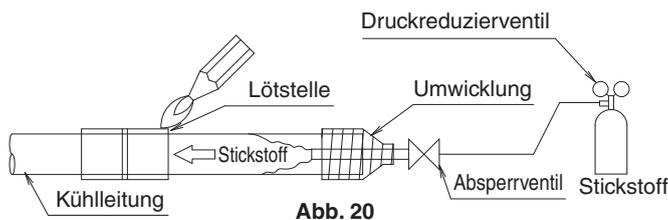

Abb. 20
- \* Lassen Sie vor dem Lötén von Kältemittelleitungen Stickstoff durch die Kältemittelleitungen fließen und ersetzen Sie Luft durch Stickstoff. Führen Sie dann die Lötarbeiten durch (HINWEIS 2). **(Siehe Abb. 20)** Stellen Sie nach dem Abschluss sämtlicher Hartlötarbeiten die Bördelverbindung mit dem Innengerät her.